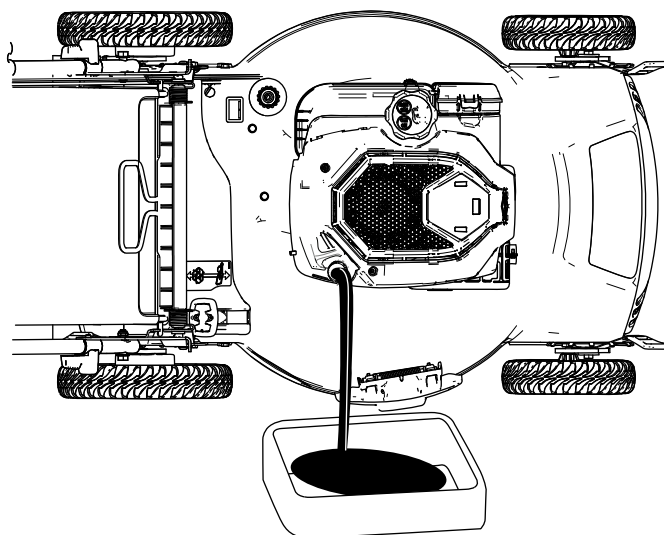
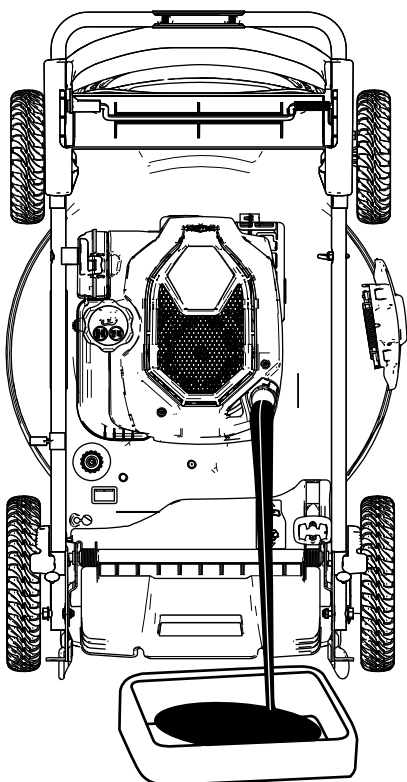

Figure 29
Figure 30
4. Basculez la machine sur le côté (filtre à air en haut) pour vidanger l'huile usagée par le goulot de remplissage (Figure 29) ou placez la machine en position de rangement à la verticale (Figure 30).